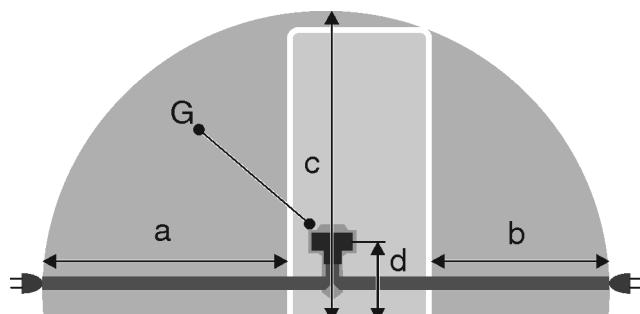

Fig. 55 Kombinace chladničky s mrazničkou / mrazničky / celoprostorové spotřebiče BioFresh*
- Zásuvka není umístěna za přístrojem, nýbrž v oblastech a nebo b *Fig. 55 (a, b, c)*.
- Zástrčku spotřebiče *Fig. 55 (G)* zastrčte na zadní straně spotřebiče. Dávejte pozor na správné zaklesnutí.